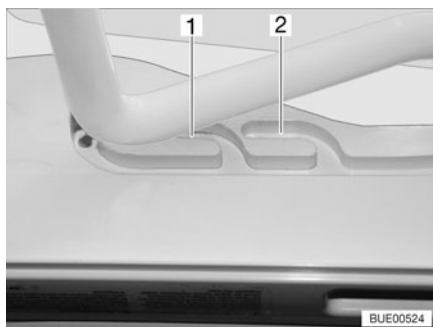
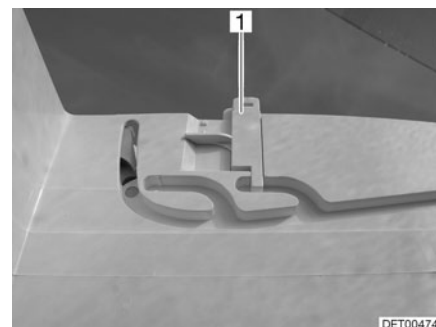

Fig. 69 Lanterneau Heki en position de ventilation
Fig. 70 Verrouillage position de ventilation
Il est possible d'amener le lanterneau Heki en deux positions de ventilation : Position pour mauvais temps (Fig. 69,1) et position intermédiaire (Fig. 69,2). Suivant le modèle, il est possible de verrouiller le lanterneau en position intermédiaire avec le verrou (Fig. 70,1).
- Pousser légèrement l'étrier vers le haut, le pousser dans la glissière choisie (Fig. 69,1 ou 2) et le verrouiller si nécessaire.